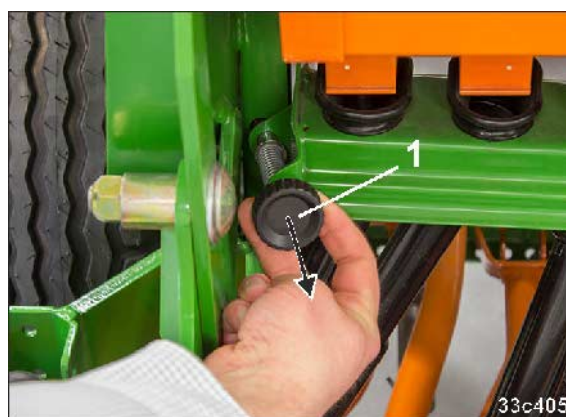

Fig. 139
4. Træk den fjederbelastede arm (Fig. 139/1) ud i siden af låsen.